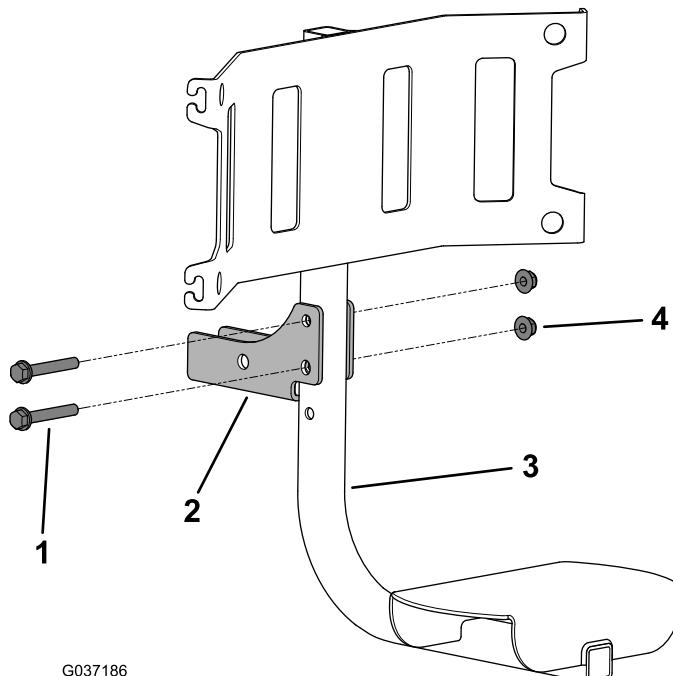

Figura 4
- Montate una staffa di montaggio orientabile su un supporto del contenitore dei rifiuti all'altezza desiderata, utilizzando 2 viti esagonali flangiante (3/8 x 2-1/2 poll.) e 2 dadi flangiati (3/8 poll.) come illustrato nella Figura 4.